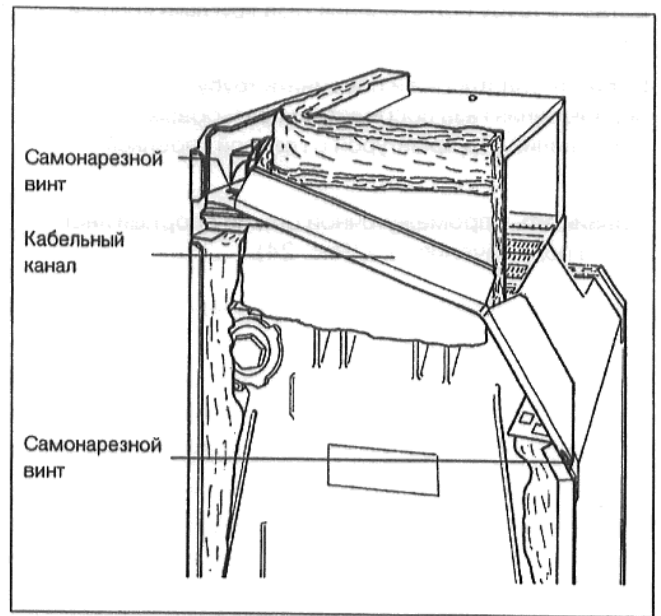

Рис. 21
- Отогнуть кабельный канал и привинтить самонарезными винтами с правой стороны котла к промежуточной и к задней стенке. (Рис. 21).